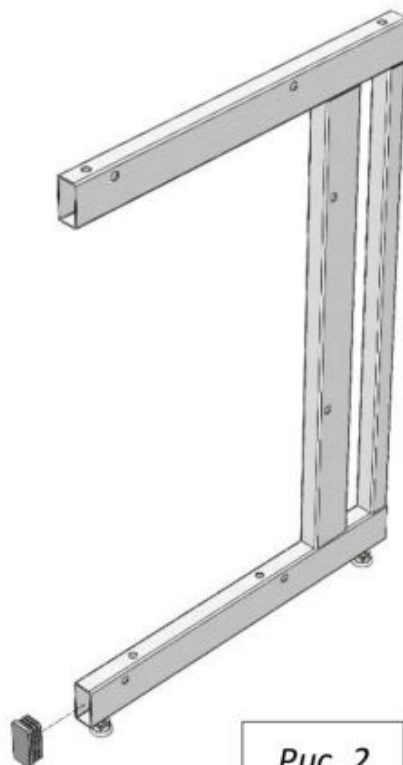

Рис. 2
2. Вставить в нижние части боковин заглушки 60х30 (Рис. 2)